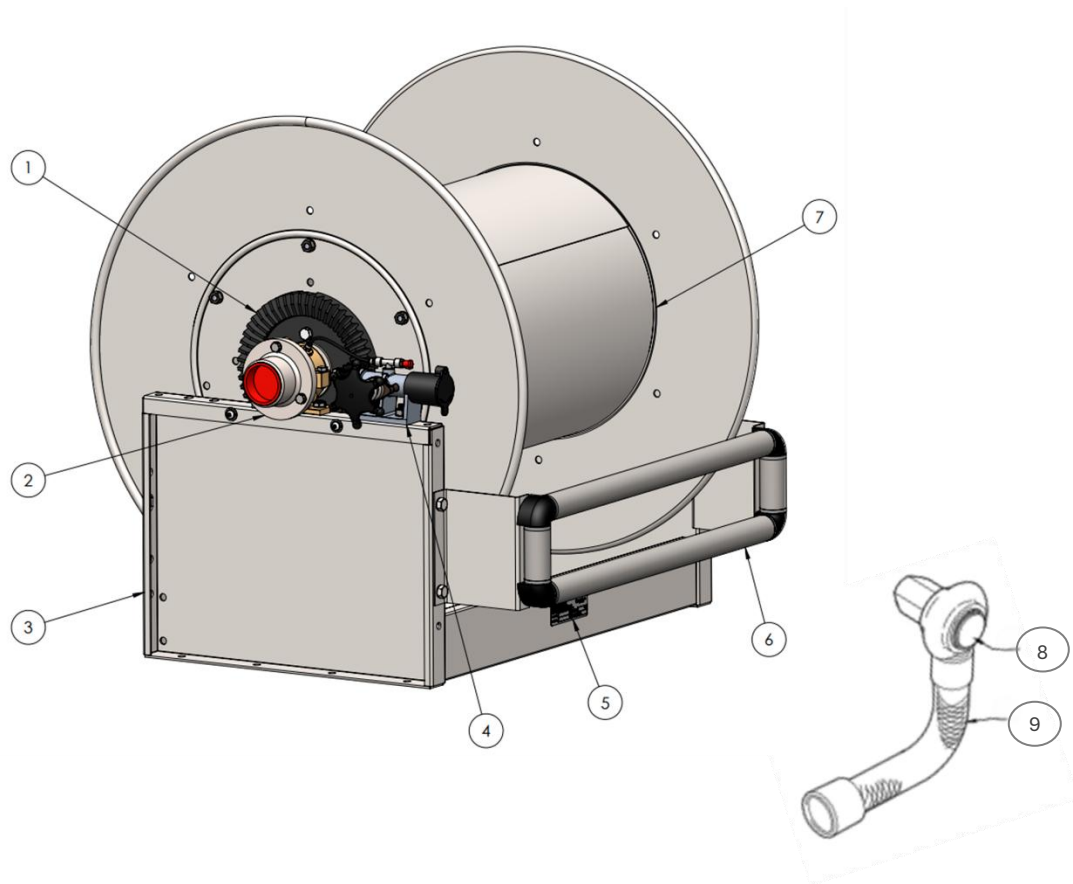

Figura 1 - Avvolgitubo a riavvolgimento manuale (protezione catena rimossa)
- 3.1.2.1 L'avvolgitubo di base è costituito da un gruppo tamburo posizionato centralmente e supportato da due cuscinetti sul telaio dell'avvolgitubo, vedi **Figura 1 - Avvolgitubo a riavvolgimento manuale**.